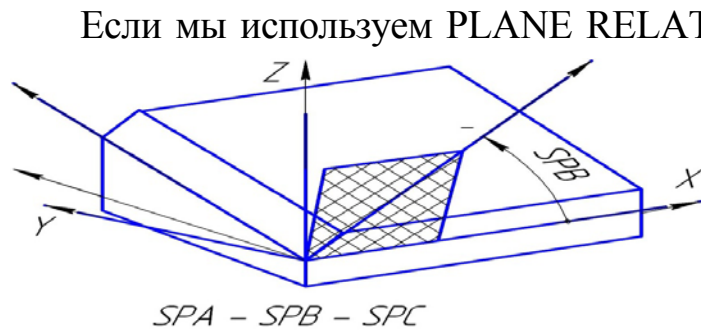

Рис. 5.22. Определение плоскости обработки с использованием инкрементального угла
- угол А: угол поворота SPA вокруг постоянной оси X станка (рис. 5.22),